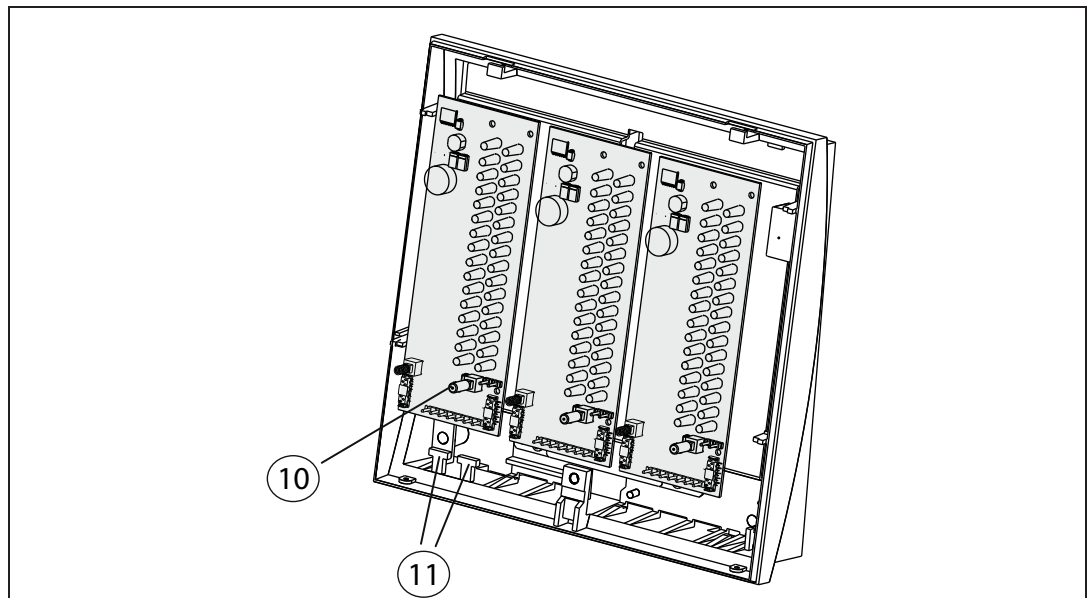

Рисунок 4.6: Установка кнопки
9. Вставьте провода в блок зажимных контактов и зафиксируйте их за контакты (8) (см. раздел 5, «Подключение»).
На рис. 4.6 (11) показаны крепежные скобы для кабельных стяжек. Если используется более одного модуля ATG 420, подготовьте подключения для разъемов SUA1 и SUA2 (см. раздел 5, «Подключение»).
10. Наденьте колпачок кнопки (входит в комплект принадлежностей) на кнопку левого модуля ATG (10).